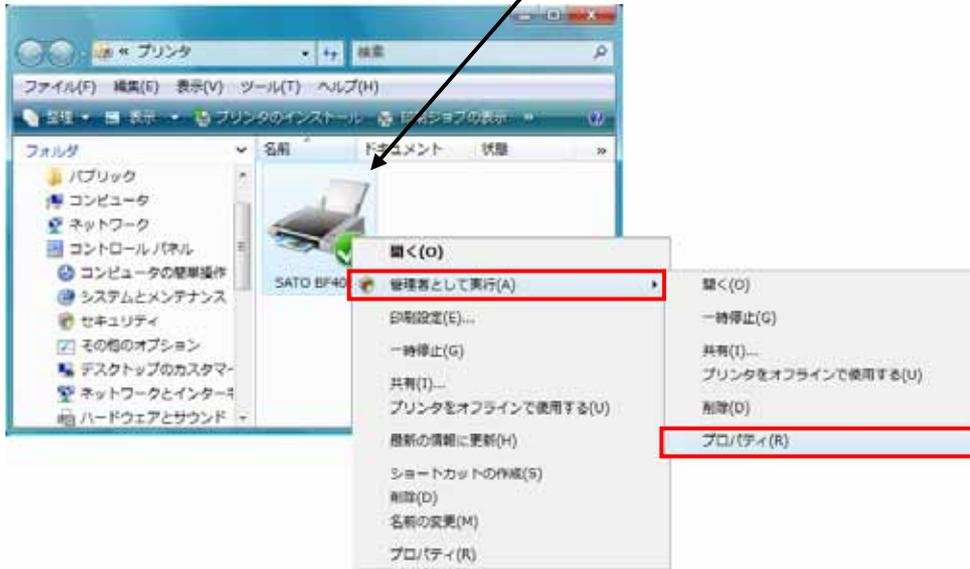

図 1.2.1. 「プリンタフォルダ」画面
Windows Vista で「印刷設定 (I)」を設定するためには、**管理者権限**にて行う必要があります。管理者権限以外で設定値の変更、またはプリンタポートの追加などの処理を行っても、エラー画面が表示され、反映されません。指定の方法は、「プリンタ」フォルダの中にある、BF408R プリンタを選択し、「ファイル (F)」⇒「管理者として実行 (A)」⇒「プロパティ (R)」と選択するか、図 1.2.1. のように BF408R を選択⇒右クリック⇒「管理者として実行 (A)」⇒「プロパティ (R)」と選択します。
Windows Vista でのプロパティに関する設定変更は、全て **管理者権限** が必要です。従って、図 1.2.1 のように「SATO BF408R」を右クリック⇒「管理者として実行 (A)」⇒「プロパティ (R)」と選択し、プリンタプロパティの「全般」タブの「印刷設定 (I)」から設定します。